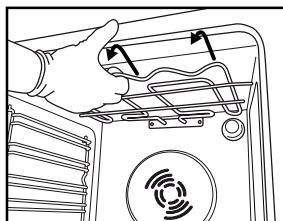
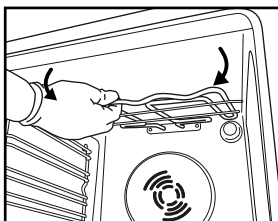

Fig. 4
Fig. 5
2. Træk varmelegemet lidt ud (fig. 4), og sænk det (fig. 5).